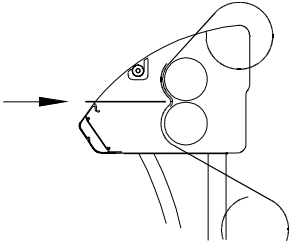

Abbildung 16
- Verwenden Sie die mitgelieferte Führungsplatte, um die Folie (die Folien) durch die Spalte zu führen (Abbildung 16).
- Drücken Sie die Folie(n) mit Hilfe der mitgelieferten Führungsplatte ein wenig in die Spalte (siehe Abb. 16).